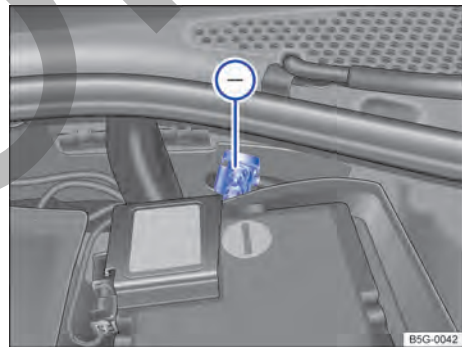

Fig. 161 En el vano motor: toma para la ayuda de arranque (terminal de masa).
- ⊖ La toma para la ayuda de arranque (terminal de masa) sirve para conectar el cable de arranque negro → fig. 161.